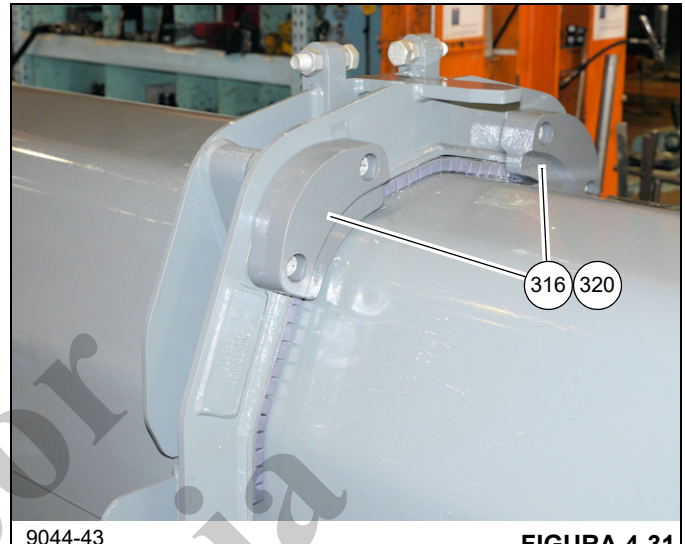

FIGURA 4-31
- 43. Retire los pernos (349) que fijan los suplementos (320) del lado izquierdo y derecho superior y los bloques de
tope (316) a la parte delantera de la sección telescópica 2 (301) (vea la Figura 4-31).